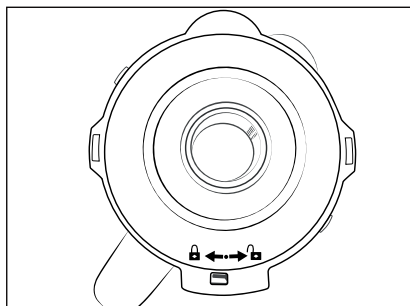

Bild 1
- 1) Vrid mixerbehållaren ③ moturs tills behållarens handtag hamnar ovanför position ①. Lyft mixerbehållaren ③ rakt uppåt för att ta av den från motorenheten ⑥.
- 2) Ta av locket ② genom att vrida det moturs mot position ④ (se bild 1) tills du kan lyfta av det.
- 1) Ta av mixern **3** från motorenheten **6**. För ökad stabilitet kan locket **2** tas av genom att vrida det moturs mot läge  (se bild 1) tills det lossnar och kan lyftas upp.